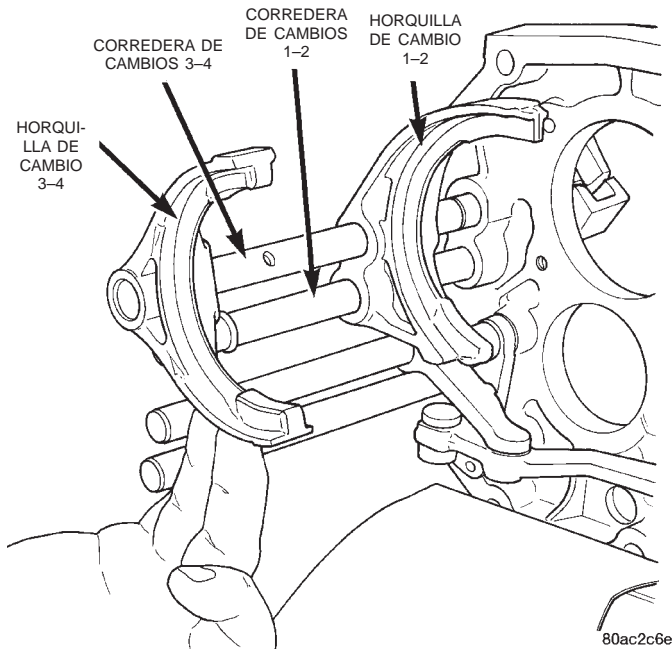
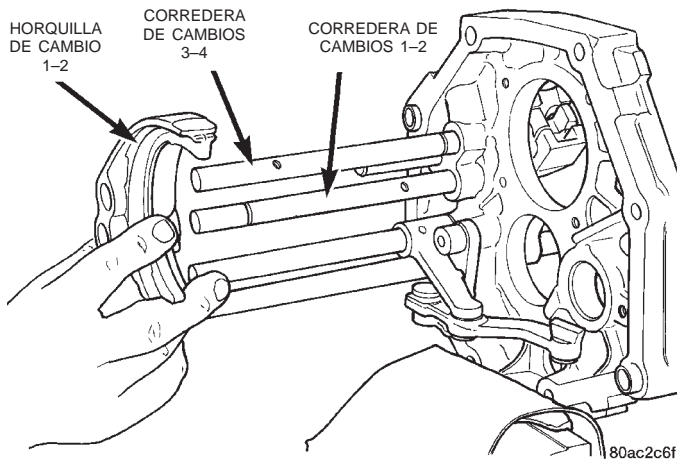

Fig. 64 Desmontaje de la corredera de cambios 3-4
Fig. 65 Desmontaje de la horquilla de cambio 1-2
(18) Retire la horquilla de cambio 3-4 de la corredera de cambios 3-4 (Fig. 64).
(19) Retire el anillo de muelle cercano al extremo de la corredera de cambios 1-2 para permitir el desmontaje de la horquilla de cambio 1-2.
(20) Retire la horquilla de cambio 1-2 de las correderas de cambio 1-2 y 3-4 (Fig. 65).
(21) Retire los tapones roscados de la placa intermedia. Retire después la bola fiadora y el muelle de